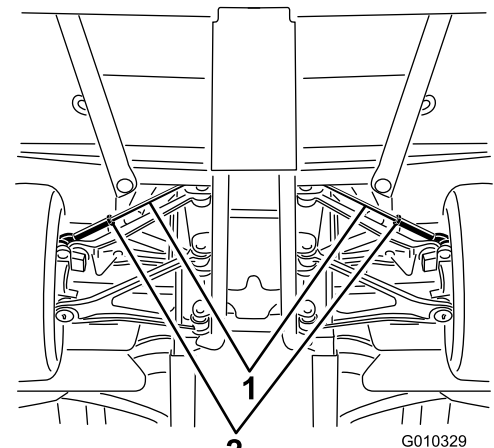

Bild 60
A. Lösen Sie die Klemmmutter in der Mitte der Zugstange (Bild 60).